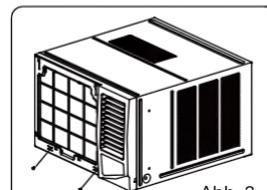

Abb. 3
1. Entfernen Sie die beiden Schrauben an der Unterseite des Rahmens (siehe Abbildung 3).